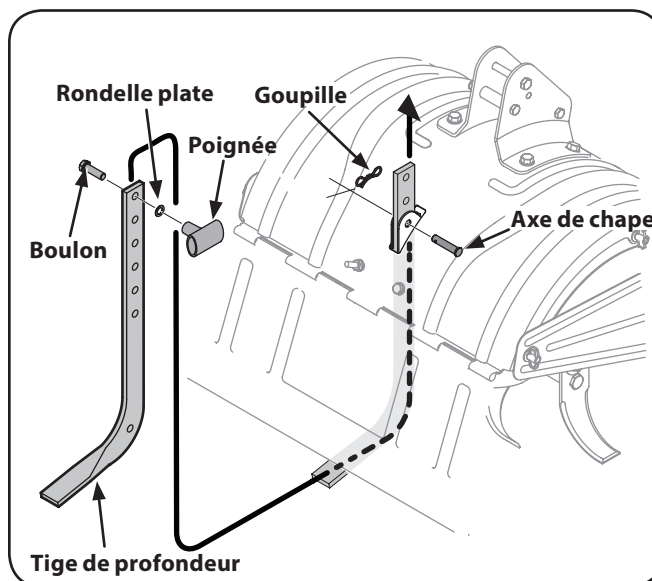

Figure 3-1
2. Dévissez la poignée en T du dessus de la tige de profondeur et retirez la rondelle plate et le boulon. Retirez la goupille fendue de l'axe de chape. Voir Figure 3-1.
5. Insérez le boulon dans le trou supérieur de la tige de profondeur. Placez la rondelle plate et la poignée en T sur le boulon, puis vissez la poignée jusqu'à ce qu'elle est bien serrée. Voir Figure 3-1.